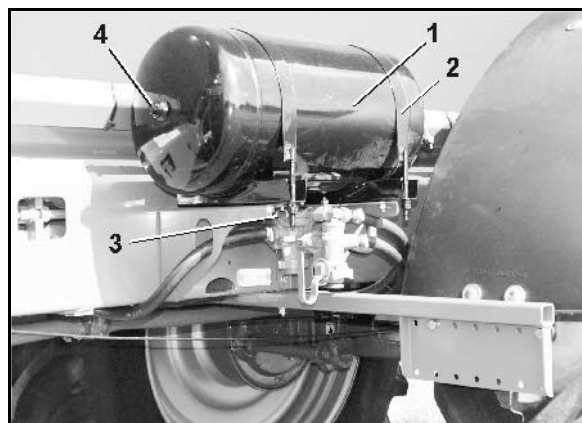

Fig. 82
2. Skruva av dräneringsventilen (Fig. 82/3) från tryckluftstanken och rengör tryckluftstanken om ni konstaterar smuts i systemet.